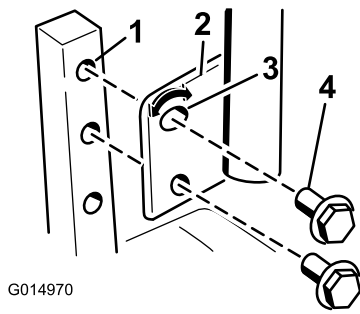

Figura 23
1. Retire los 2 pernos que fijan la palanca de control al brazo de la palanca (Figura 23).
3. Sujete la palanca con los 2 pernos (Figura 23).
2. Afloje el perno inferior lo suficiente para poder desplazar hacia adelante o hacia atrás la palanca de control (Figura 23). Apriete ambos pernos para fijar el control en la posición nueva.